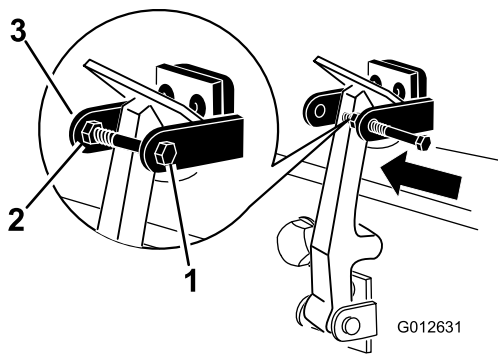

Figura 10
8. Instale el perno en el otro brazo del seguro de cierre del capó para bloquear la posición del cierre (Figura 10). Apriete el perno, pero no apriete la tuerca.